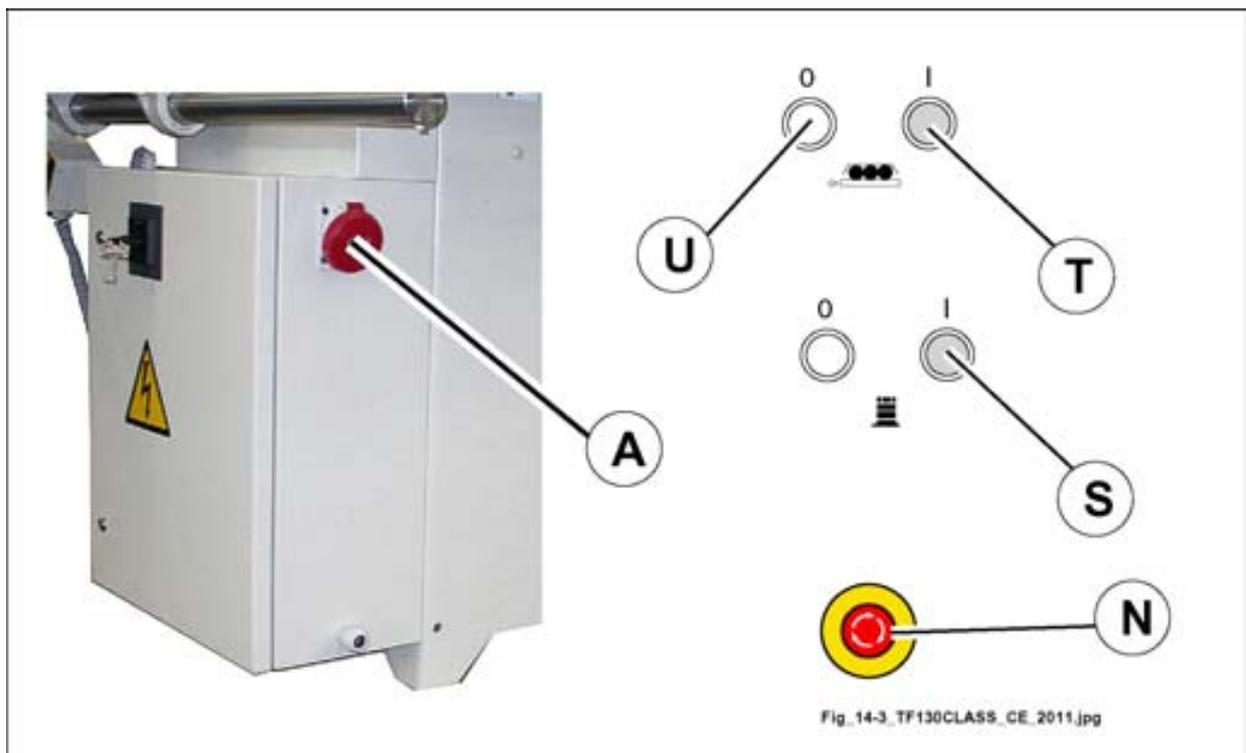

Fig. 14.3
Pour le branchement de l'entraîneur (non fourni par SCM), utiliser exclusivement la prise (A fig.14.3 puissance max.1,5 kW), car la pression du bouton d'arrêt d'urgence de la toupie coupe également la tension au niveau de la prise (A) en bloquant le fonctionnement de l'entraîneur.
Brancher l'entraîneur à la prise prévue (A fig.14.3 puissance max. 1,5 kW).
Après avoir introduit la fiche dans la prise appropriée (A fig. 14.3), appuyer sur le bouton (S fig. 14.3); la mise en route de l'entraîneur est possible lorsque le moteur toupie a atteint le nombre de tours de régime.
Appuyer sur le bouton (T fig. 14.3).
Appuyer sur le bouton (U fig. 14.3).
en cas d'arrêt d'urgence de l'entraîneur appuyer sur le bouton (N fig. 14.3).